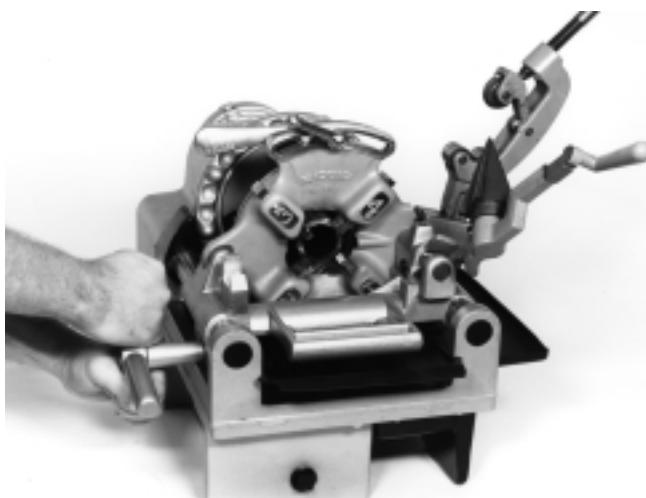

Figura 7 – El roscado de tubos con el cabezal de terrajas No. 811-A
(Figura 7 y 8)
INOTA! El flujo de aceite puede regularse mediante la válvula de control para el flujo de aceite situada en la parte trasera del carro. (Vea la Figura 7.)
- Cabezal de Terrajas de Abertura Rápida (Figura 7) – Cuando se haya completado la rosca, levante la palanca de desenganche a su posición abierta (**OPEN**), retrayendo las terrajas.